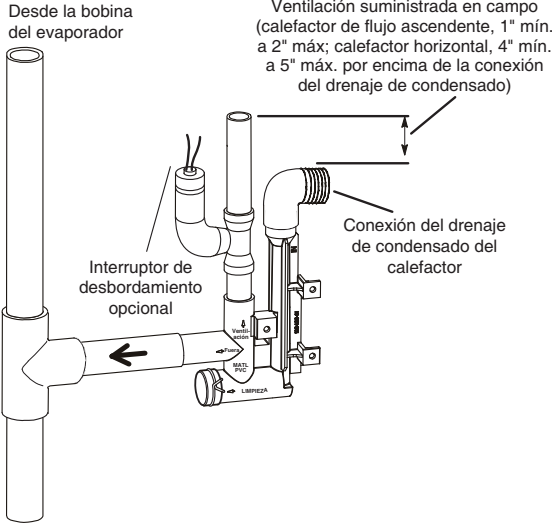
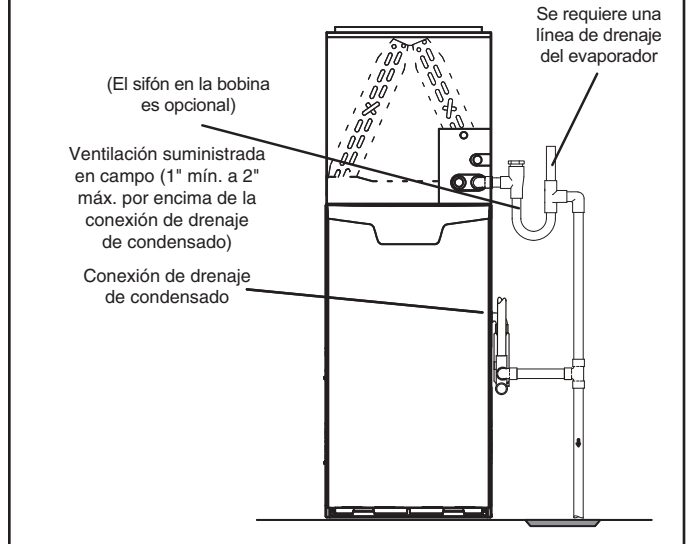

FIGURA 39
FIGURA 40
- 5 - Las FIGURAS 36 y 37 muestran el calefactor y el serpentín del evaporador usando un drenaje separado. Si es necesario, la línea de condensado del calefactor y del serpentín del evaporador se pueden drenar juntas. Ver las FIGURAS 38, 39 y 40. Calefactor de flujo ascendente (FIGURA 39) - En aplicaciones del calefactor de flujo ascendente, la ventilación proporcionada en el sitio debe ser de un largo mínimo de 1" hasta un largo máximo de 2" arriba de la conexión de la salida de drenaje de condensado. Cualquier largo de más de 2" puede inundar el intercambiador de calor si la línea de drenaje primaria combinada tuviese una restricción. Calefactor horizontal (FIGURA 40) - En aplicaciones del calefactor horizontal, la ventilación proporcionada en el sitio debe ser de un largo mínimo de 4" hasta un largo máximo de 5" arriba de la conexión de la salida de drenaje de condensado. Cualquier largo de más de 5" puede inundar el intercambiador de calor si la línea de drenaje primaria combinada tuviese una restricción.